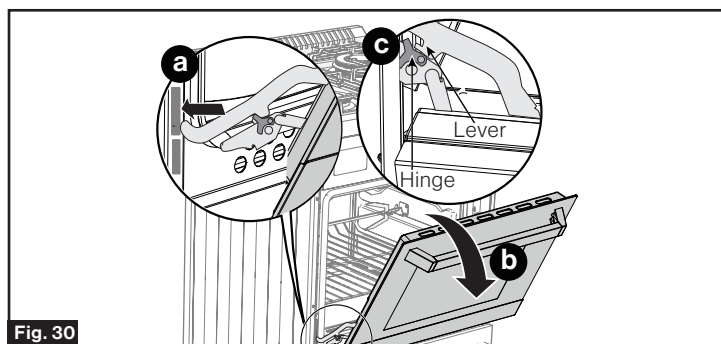

Fig. 30
(Fig. 30) :
- Insérez la charnière dans la fente supérieure comme indiqué à la Fig. 30 **a**.
- Ouvrez la porte jusqu'à sa position d'ouverture totale comme indiqué à la Fig. 30 **b**. Assurez-vous que le bras de la charnière s'est détachée du levier comme indiqué à la Fig. 30 **c**.